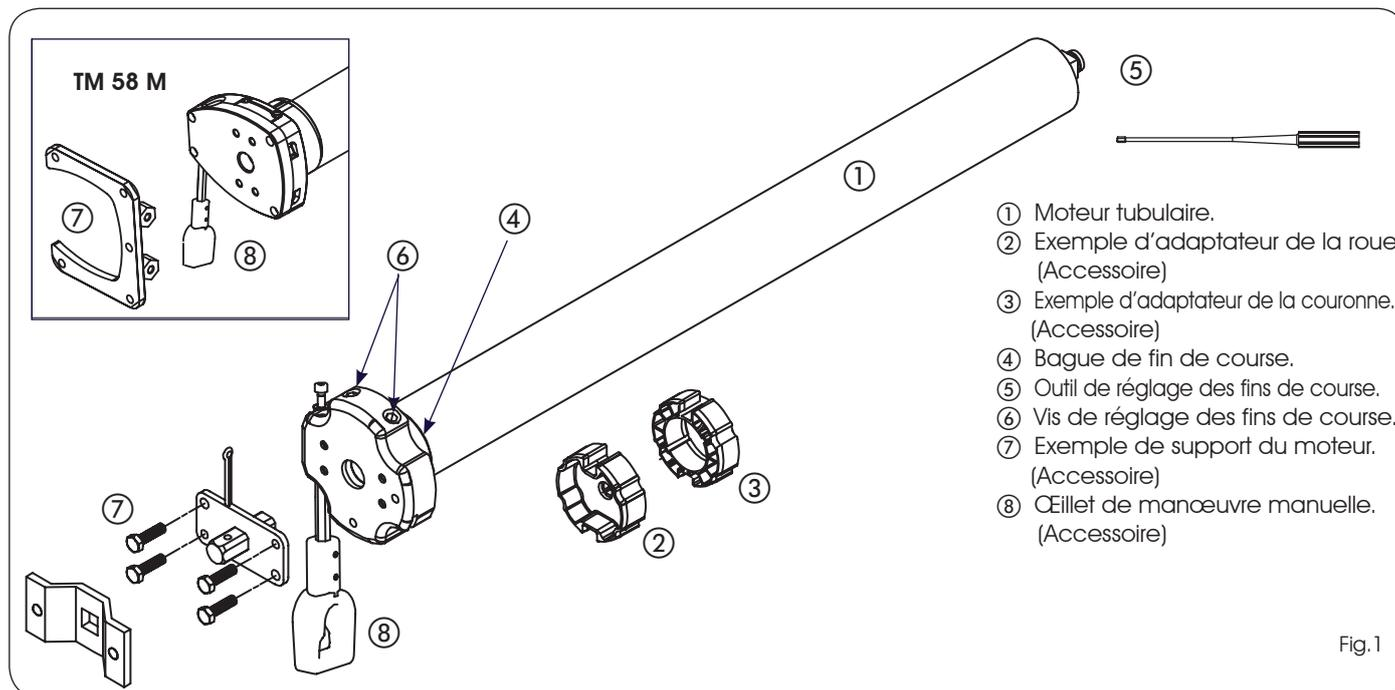
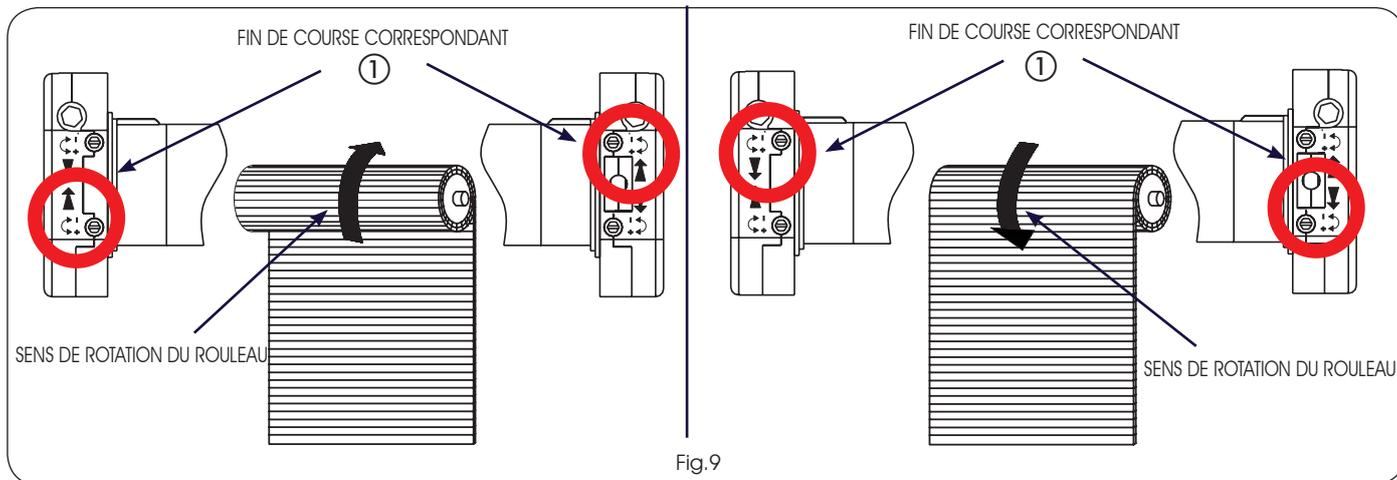
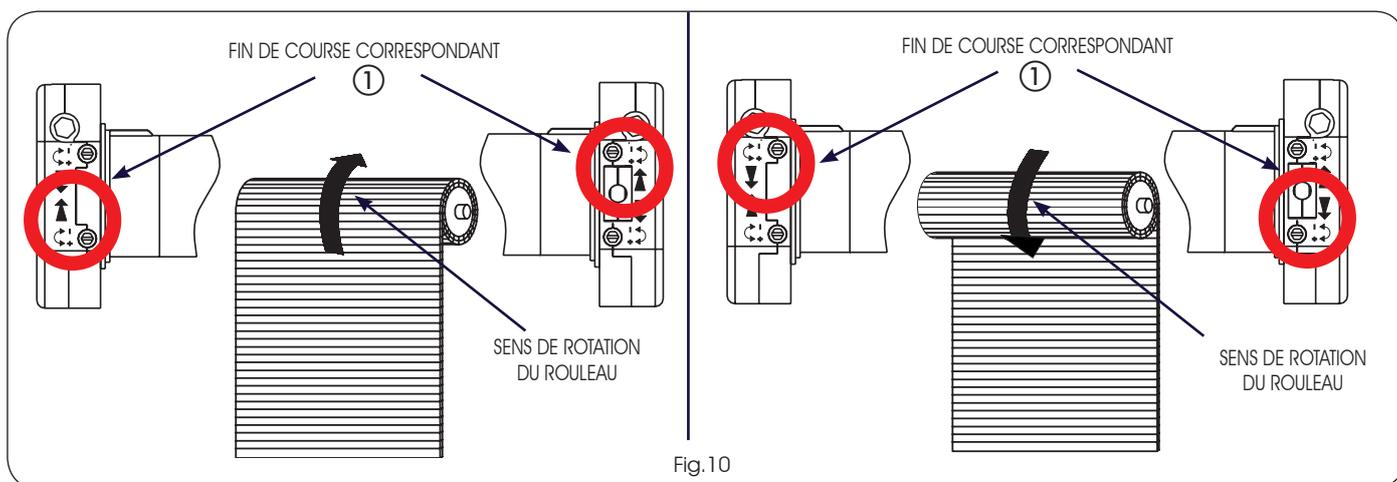

Fig.1
Fig.9
Fig.10
- 1) L'ADAPTATEUR DE LA ROUE ET DE LA COURONNE (Fig.1 réf. ② - ③) INDIQUÉ POUR LE TYPE DE ROULEAU À ACTIONNER.
Pour faciliter l'identification des vis de réglage des fins de course, faire référence aux figures 9 - 10 suivant le côté de montage du moteur (DR ou GAU), et à la configuration du caisson (interne ou externe).
- 2) Avec l'outil de réglage (Fig.1 réf.⑤), tourner la vis du fin de course correspondant au sens de rotation de descente du rouleau (Fig.9 réf.①), vers le signe plus (+) pour augmenter la course du rideau à enroulement, vers le signe moins (-) pour la diminuer.
- 2) Avec l'outil de réglage (Fig.1 réf.⑤), tourner la vis du fin de course correspondant au sens de rotation de descente du rouleau (Fig.10 réf.①), vers le signe plus (+) pour augmenter la course du rideau à enroulement, vers le signe moins (-) pour la diminuer.